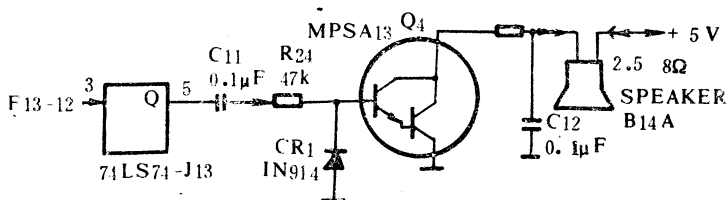

图 1-2 喇叭发声电路
**故障分析与维修** 该问题通常是由于喇叭发声电路(见图 1-2)中的  $0.1\mu\text{F}$  电容 C11、C12 损坏而引起的。当然也不排除集成电路块 J13、F13、H12 或晶体管 Q4 损坏的可能性。解决的方法是用万用表测 C11、C12 的两端电压, 若为零, 则 C11、C12 损坏。用逻辑笔测 J13-5、F13-2、H12-15 角是否有一个高低翻转电平, 若无, 则更换相应元件后就可正常工作。